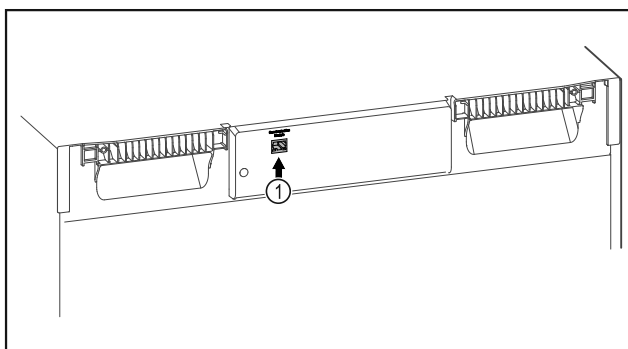

Fig. 120
- ☐ Je používán SmartModule Fig. 120 (1).